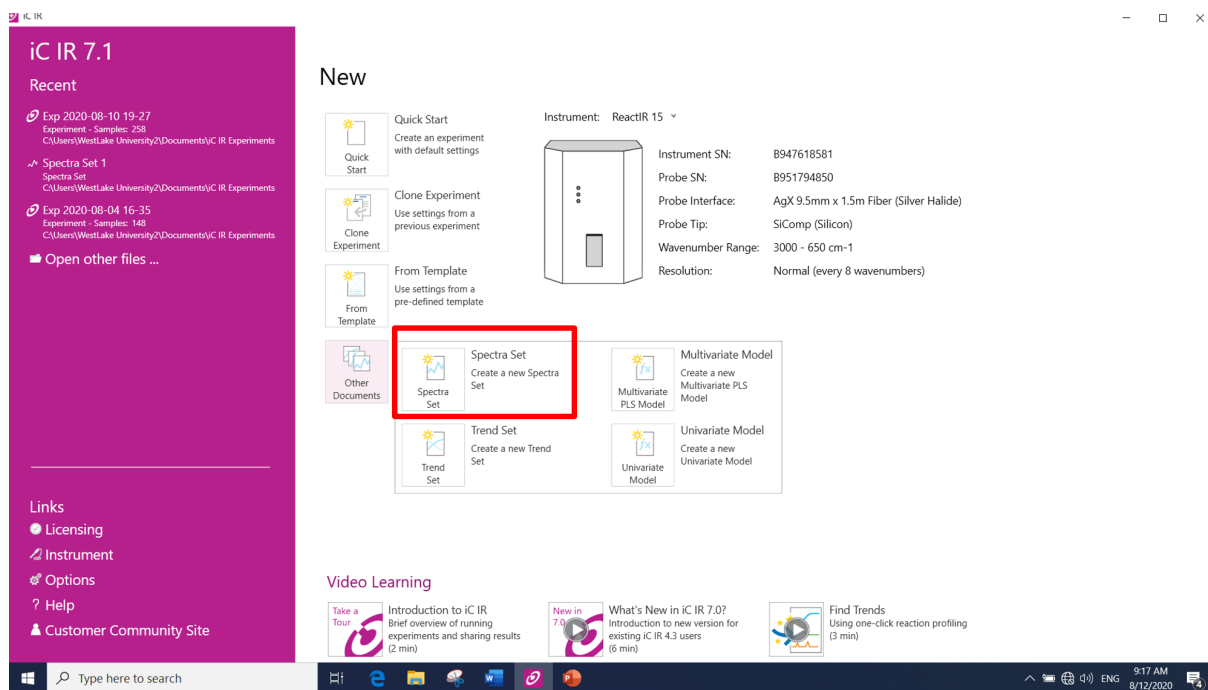

图 4-6 标样测试界面
4.3.1 正式实验之前, 可以先对参比谱图或者产物纯谱进行采集: 如图 4-6, 【New】-【Other Documents】-【Spectra Set】, 根据图片提示, 此时的探头未放进液体, 点击【Collect Background】, 软件会提示先存档文件, 选择好存档位置后, 在弹出的窗口再次点击【Collect Background】, 待采集完背景信号后, 点击【Done】。然后在【Collect Reference】先命名, 在【Type】里选择相应的名称, 其他的不用选择, 点击【Collect Spectrum】, 仪器会采集参比图谱, 完成后, 点击【Next】, 此时会显示探头的状态是否干净, 将探头从液体中拿出来, 用纸巾擦干净后, 当【Test Status: Clean】出现时, 表明探头已经是干净的, 再点击【Next】完成。如果需要测试下一个样品的话, 再次点击主页面的【Collect Reference】, 如上再走一遍流程就行。一般来说, 对每个反应最好都对原料、产物和溶剂都进行纯谱采集。溶剂可以直接测试纯料, 其他原料或者产物都配成溶液进行测试。
如图 4-6，左上角的【Trends】窗口里的第一条 RTD1 曲线是温度记录曲线，还可以显示特征峰的变化趋势。左下角的【Spectra】是红外光谱图，可以选择任意时间点的光谱和即时的光谱。右上角的是每张光谱图的采集时间及还能记录 and 编辑实验过程中的每个【Notes】。此外，在本窗口中选择某一时间的光谱，点击【Pin】，此时这个光谱将被显示下左下角的【Spectra】中。右下角是所测样品的光谱随着时间变化的三维图谱。对【Spectra】和三维图谱都可以点击放大，进行目标区域的放大操作，或者直接拖/拉坐标轴改变目标区域的位置。在选择某一特征峰上双击，在【Spectra】窗口下面将出现【Peaks】小窗口，表明这一特征峰将生成一条【Trends】曲线，可以通过峰高、峰面积等参数生成不同类型的【Trends】曲线；选中某一特征峰后，点击【Remove】将当前峰和【Trends】曲线都同时进行移除。
【Solvent Subtraction】：有两种方法扣除溶剂谱图，第一种方法是点击【Add spectra】直接选择一张以前的溶剂谱图进行扣除。第二种方法在图 4-6 右上角的【Notes】窗口中，选中最开始未加其他反应物的某一时间点，点击【Created From Selected】创建一张溶剂图谱，最后再点击【Solvent Subtraction】可以对溶剂信号进行扣除。